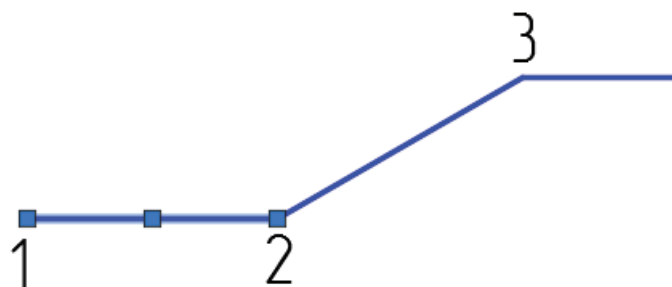

Рис. 2.1.2. Выбор объекта кликом курсора
- Выберем (выделим) отрезок ломаной линии, для этого кликнем *курсором* по отрезку 1–2 (рис. 2.1.2). Синие квадраты (маркеры) выделения объекта называются «ручки». Снять выделение можно, щелкнув *Esc*.